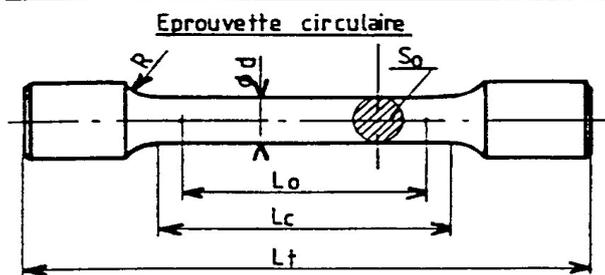

fig 2
• Eprouvettes (fig. 2 et fig. 3)